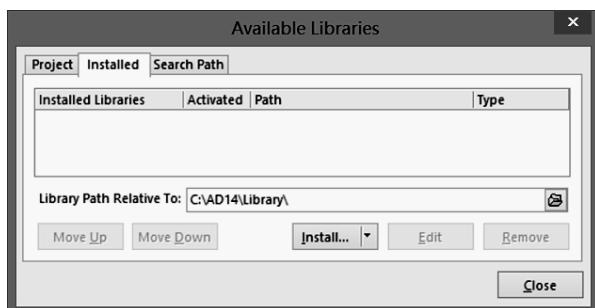

图 9-7-23 可用库对话框
(2) 单击 Libraries 库面板上方的【Libraries...】按钮，弹出可用库对话框，如图 9-7-23 所示。